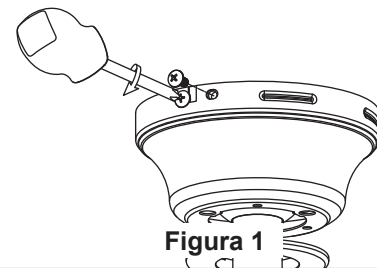

Figura 1
1. Levante el ventilador del enganche del soporte colgante e instale su ventilador deslizando la cubierta del techo con dos tornillos aflojados en las ranuras en forma de "L" de la cubierta. Asegúrese de que todo el cableado se introduce adecuadamente en la cubierta del techo y que no se presiona ningún cable. Una vez que la cubierta está colocada y alineada con el techo, gire en el sentido de las agujas del reloj para asentar los tornillos en la parte correcta de la ranura. A continuación fije adecuadamente los tornillos. (Figura 1)